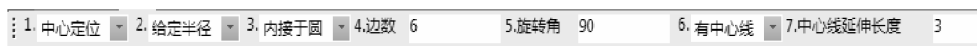

图 3-4 正多边形的立即菜单
1) 绘制正六边形。单击正多边形按钮, 弹出立即菜单, 如图 3-4 所示。